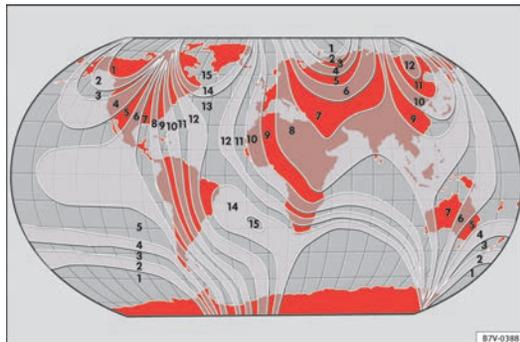

Fig. 36 Zones magnétiques.
- Sélectionnez la zone magnétique correspondant à la situation du véhicule → fig. 36.